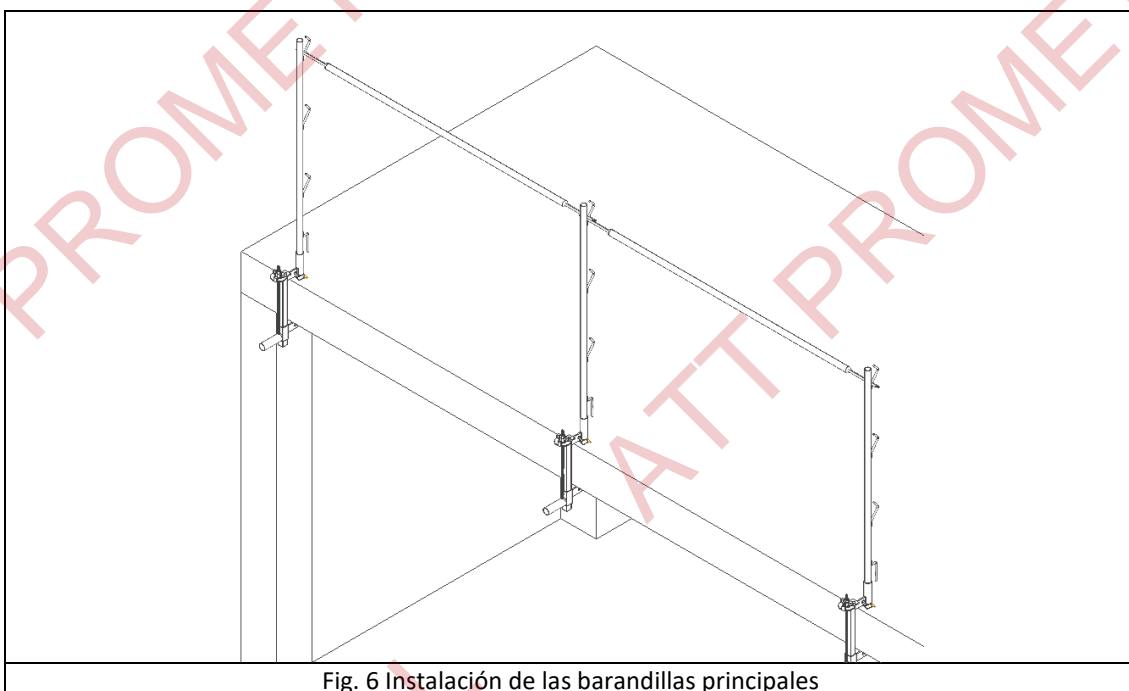
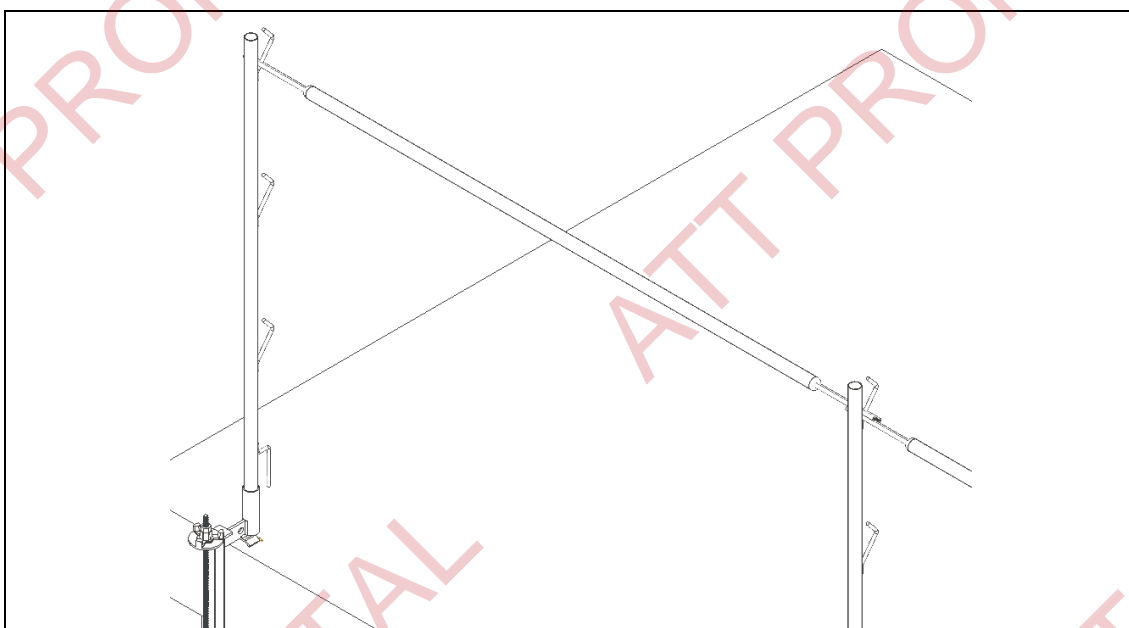

Fig. 6 Instalación de las barandillas principales
Fig. 7 Inserción de las barandillas principales en las patillas superiores de los postes verticales
4. Con los postes verticales correctamente colocados en los diferentes soportes mordaza, se procederá a instalar las barandillas principales (Fig. 6). Para ello se insertarán en las patillas superiores de los postes verticales, asegurándose de que queden firmemente sujetas en los postes de 1200, 1500 o 1700 mm de altura (Fig. 7).